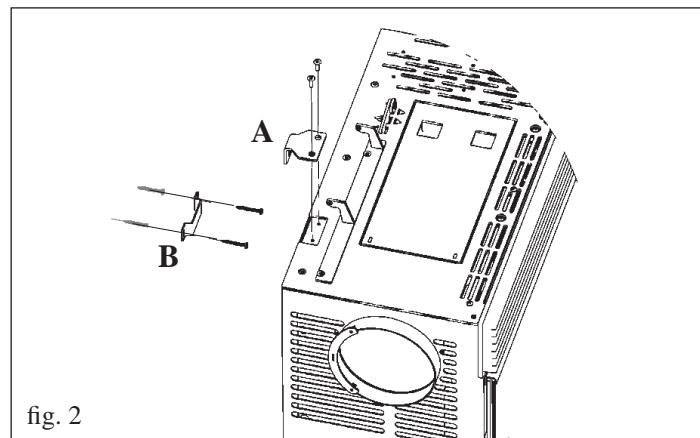

fig. 2
- Fijar la estufa en la pared en la posición definitiva y fijarla en la pared con las escuadras (A) y las abrazaderas (B) incluidas en el suministro, o utilizar sistemas alternativos que garanticen la estabilidad de la estufa (fig. 2).